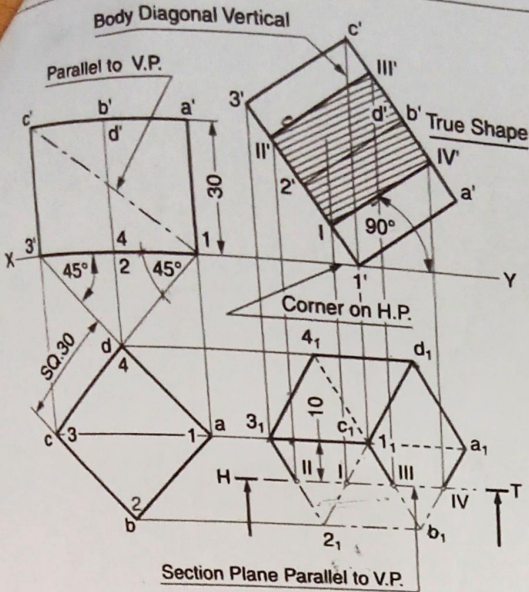

Fig. 14.10.
**SOLUTION:** Refer Fig. 14.10.